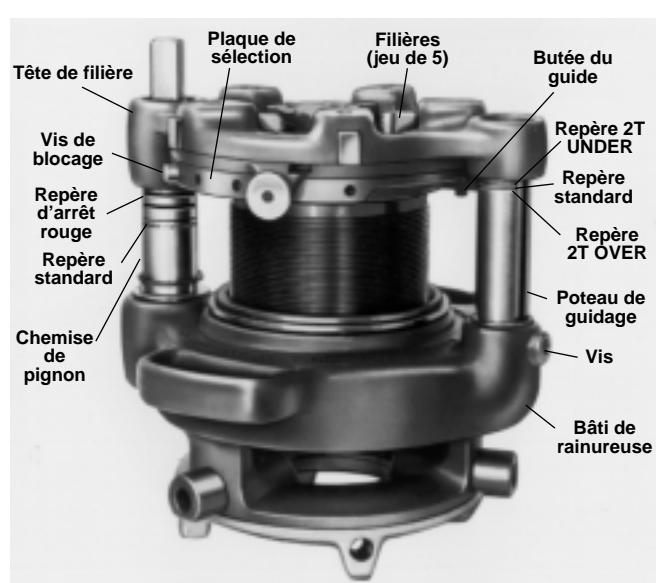

Figure 14 – Fileteuse démultipliée N° 141 montrant les repères de chemise de pignon et de poteau de guidage
1. Enlevez la vis de blocage de la plaque de sélection (Figure 14).
3. Enlevez le jeu de filières usées (Figure 14) et installez un nouveau jeu de filières.
5. Lâchez la pédale de commande dès que le repère de fin de course rouge apparaît sur la chemise de pignon (*Figure 14*).
- Inondez les filières d'huile de coupe RIDGID à l'aide du système de lubrification n° 418 durant toute l'opération de filetage afin de prolonger la vie des filières. 141 et 161 – Lâchez la pédale de commande dès que le repère d'arrêt rouge apparaît sur la chemise du pignon (*Figure 14*).